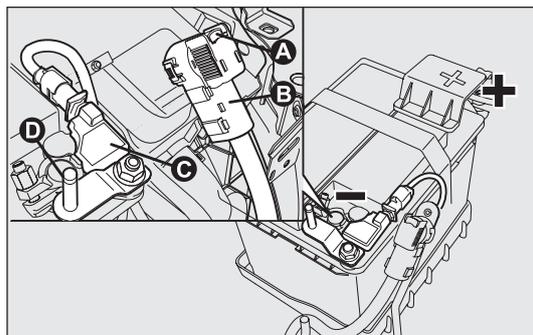

fig. 177c
Versioni prive di falso polo fig. 177c
- premere il pulsante A-fig. 177c per ottenere lo stacco del connettore B dal sensore C di monitoraggio stato batteria (quest'ultimo ubicato sul polo negativo della batteria stessa);